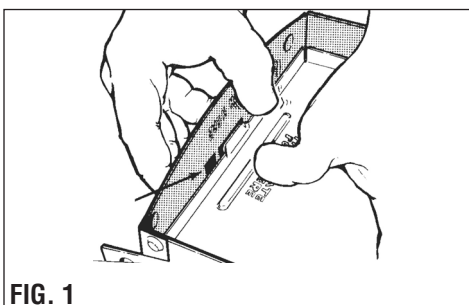

FIG. 1
1. Remove motor plate from housing by pushing down on it and pulling side of housing (FIG. 1).
1. Retirer la plaque du moteur du boîtier en appuyant sur cette dernière tout en tirant sur le côté du boîtier (FIG. 1).